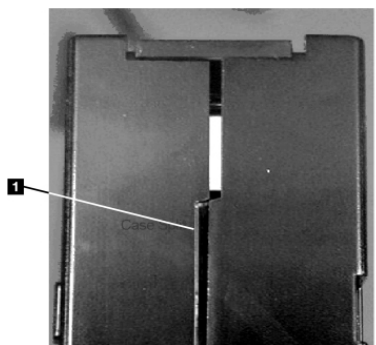

Figura 33. Huecos en las juntas del cartucho
3. Compruebe la parte posterior del cartucho (la que se carga primero en el compartimento de la cinta) y asegúrese de que no haya huecos en las juntas del estuche del cartucho. (Consulte **1** en Figura 33 en la página 141. Si hay huecos en las juntas, puede que el eje de guía esté desenchajado y sea necesario volver a colocarlo).